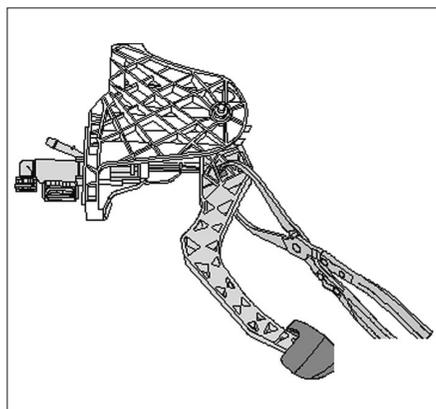

FIG. 12
- Déverrouiller l'axe de l'émetteur de la pédale à l'aide d'une pince appropriée (Fig.12).